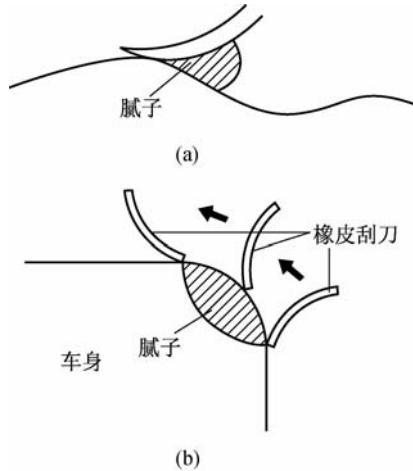

图 8-62 腻子的曲面刮涂
②腻子的曲面刮涂方法。现代轿车的车身大多数都采用流线型,根据损坏底材表面形状的不同,选用弹性不同的塑料、橡胶或者钢制的刮刀。使用弹性不同的刮刀,可以促使修补作业合理化。第一步和第二步可采用填刮,第三步应换用橡皮刮刀进行刮涂,以刮出正确的曲面形状。车身曲面腻子的刮涂如图8-62所示。